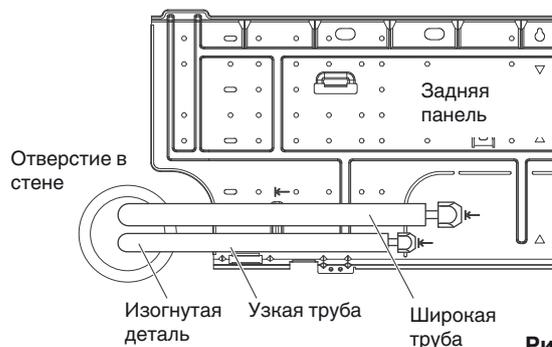

Рис. 3-28
- (1) Пропустите трубопровод и дренажный шланг сквозь стену, оставив достаточную длину для соединения. Затем согните трубопровод с помощью трубогибочного устройства для выполнения соединения. (Рис. 3-28)
- (2) Поменяйте местами дренажный шланг и колпачок дренажа.